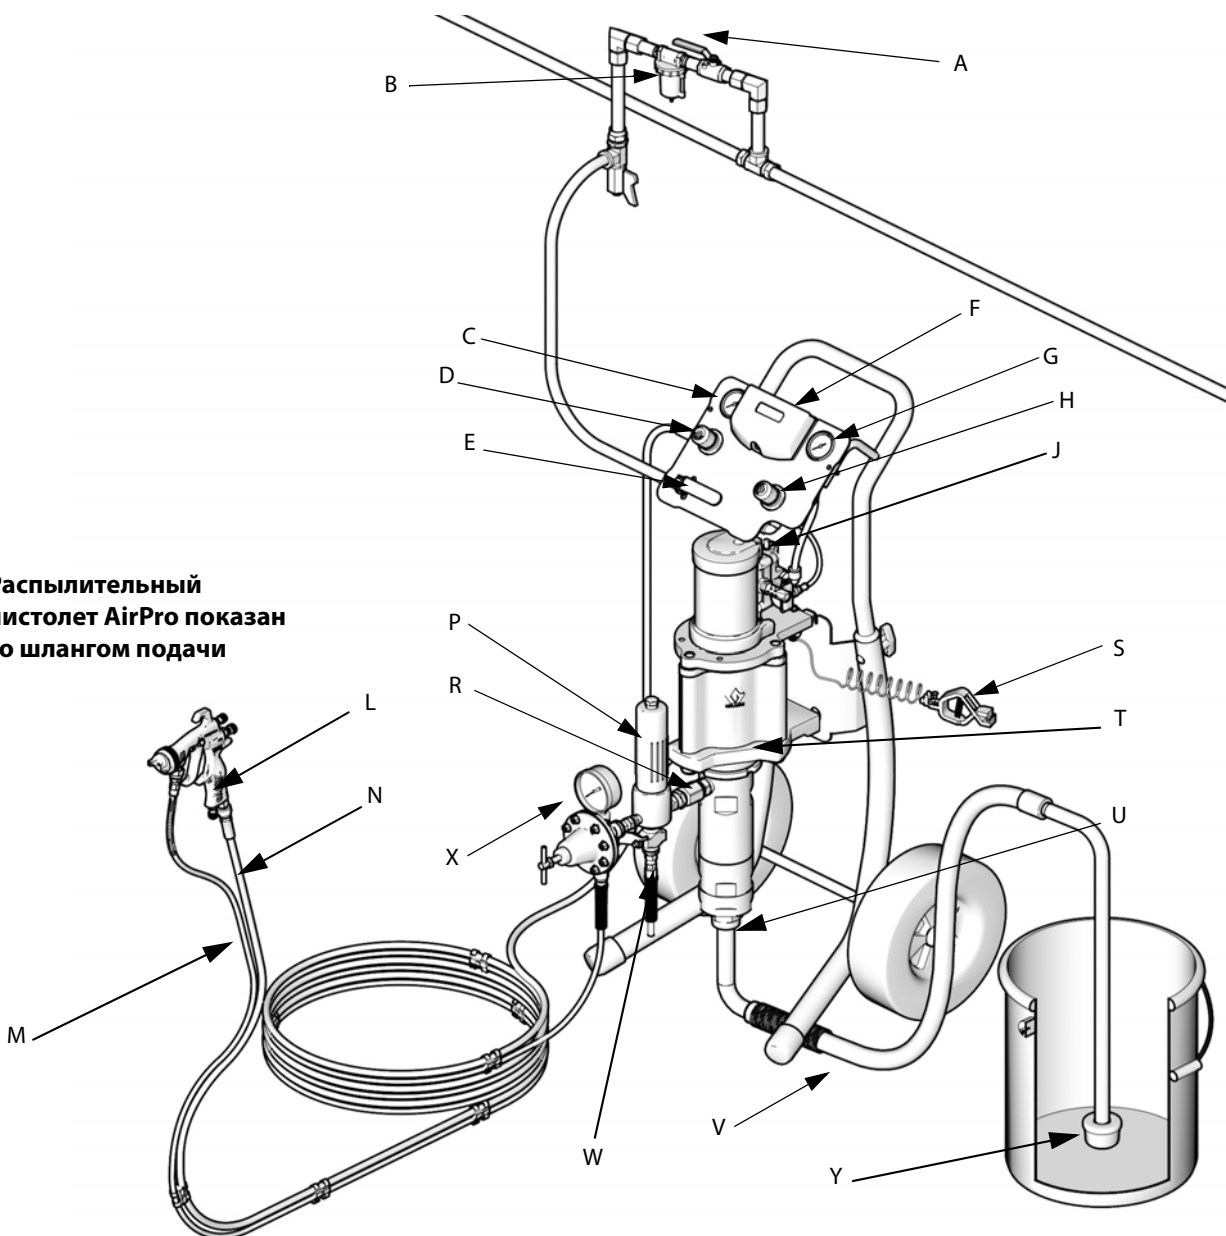

Рис. 1. Типовой монтаж (ваш комплект может не включать все показанные позиции).
Рис. 1 представляет собой только руководство по выбору и установке компонентов и принадлежностей системы. Для получения рекомендаций относительно проектирования системы, соответствующей именно вашим потребностям, свяжитесь с дистрибьютором компании Graco.
См. раздел Рис. 1. **Набор компонентов зависит от заказанного комплекта оборудования.** Комплект поставки может включать указанные ниже компоненты.
Установите следующие принадлежности в порядке, показанном на Рис. 1, используя необходимые переходники.
1. См. раздел Рис. 1. Прикрепите конец красного шланга для материала (M) к выходу регулятора давления материала (X).
2. Присоедините один конец шланга для сжатого воздуха (N) к пневматическому регулятору (D) пистолета.
3. Присоедините второй конец шланга для сжатого воздуха (N) к впускному отверстию для воздуха у основания пистолета (L).
4. Прикрепите другой конец красного шланга для материала (M) к пистолету
1. См. раздел Рис. 1. Закройте главный воздушный стравливающий клапан (E).